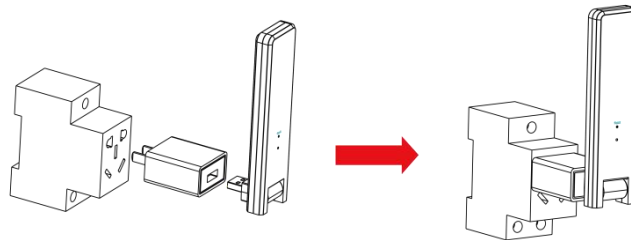

Figure 1
(3) Installation du DTU
a. Connectez le DTU à l'adaptateur et branchez-le dans la prise murale. (Figure 1)